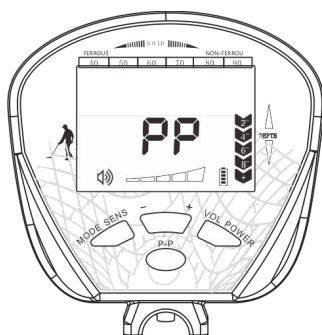

Fig.16
a) Toccare leggermente “P-P”, il cursore corrispondente si accende e lampeggia. Il rivelatore diventa equilibrato, il cursore P-P smette di lampeggiare. I cursori ID e numerico si spengono, il cursore di profondità è pieno, il rivelatore emette il leggere suono medio a singola frequenza. (Vedi Fig.16)